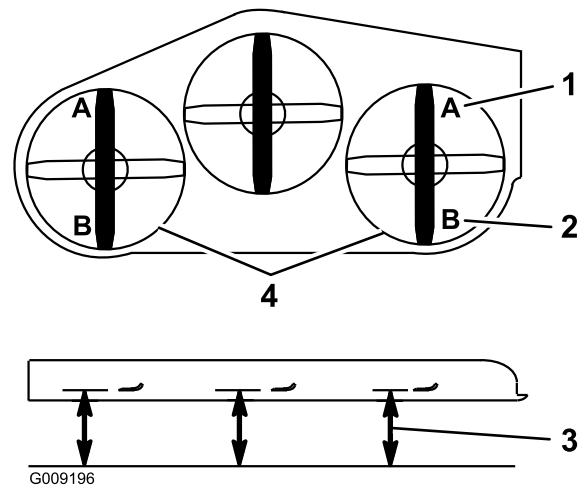

Figure 87
9. De chaque côté du tablier de coupe, mesurez la distance entre la surface plane et la pointe avant de la lame (position A). On doit obtenir un écart de 7,6 cm (3") (Figure 87).
15. De chaque côté du tablier de coupe, mesurez la distance entre la surface plane et la pointe arrière de la lame (position B). On doit obtenir un écart de 8,3 cm (3 1/4") (Figure 87).